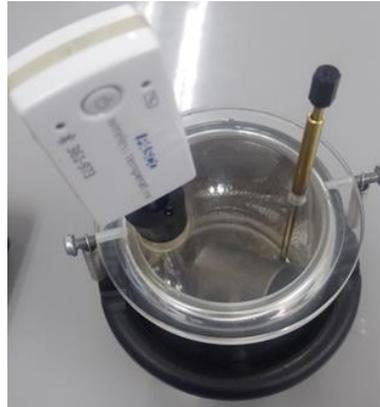

Figura 05: Sólido sumergido en el sistema
- f. Cuando el agua en el recipiente de agua llegue aproximadamente a 100 °C, llevar cuidadosamente el cuerpo sólido al calorímetro y agitar el agua con el fin de crear una mezcla uniforme y distribuir el aumento de temperatura a todo el calorímetro. Ver Figura 05